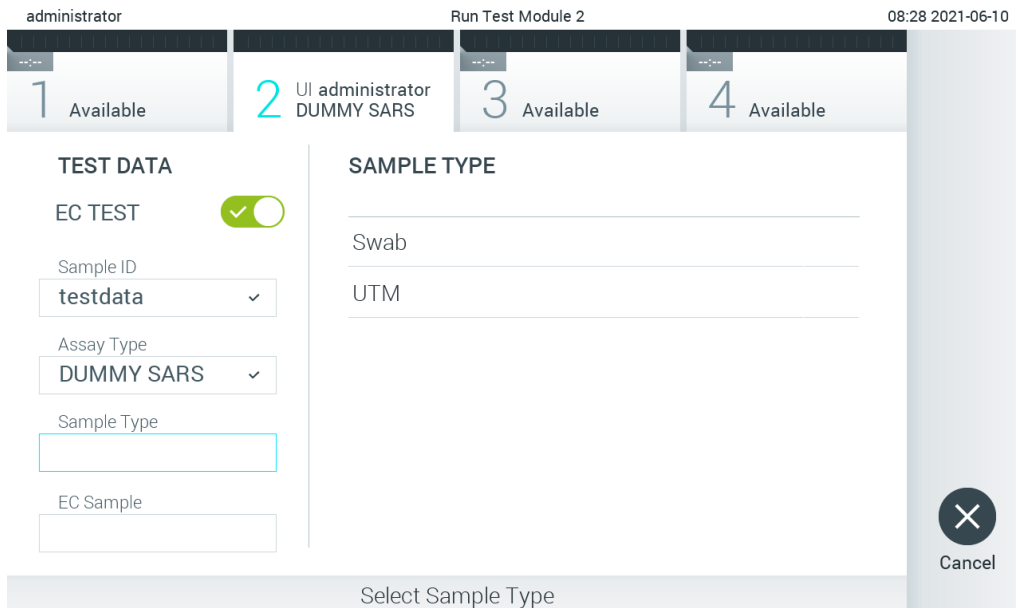

図 90. サンプルの種類の選択。
5. 必要があれば、リストから適切なサンプルの種類を選択します (図 90)。